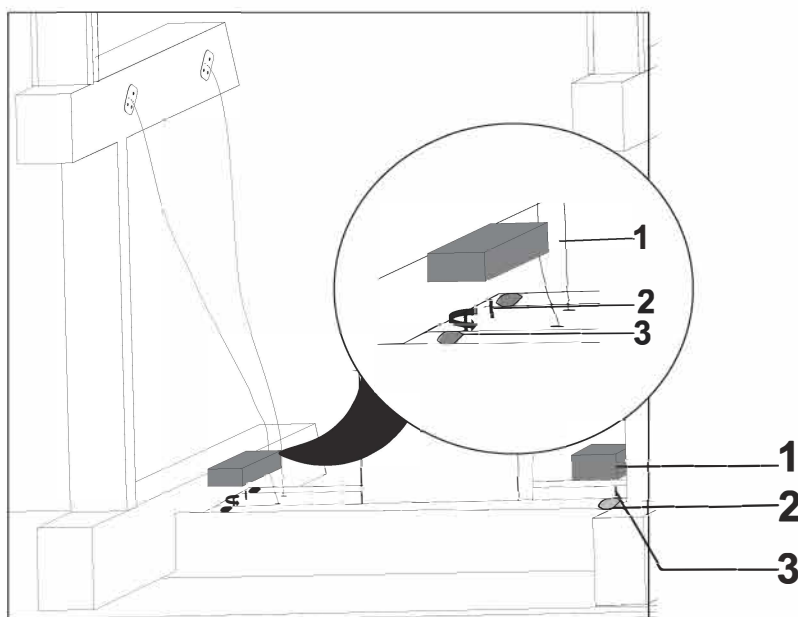

Fig. 24
9. ➤ Placér lægterne oven på emhætten, så de passer med skruenhullerne (Fig. 24).
For at undgå mulige vibrationer/ressonnans kan der placeres isolering ml. lægte og overflade (isolering købes separat) (Fig. 24).
Skru nu nede fra igennem skruenhullerne op i lægterne for at spænde emhætten fast (Fig. 24)